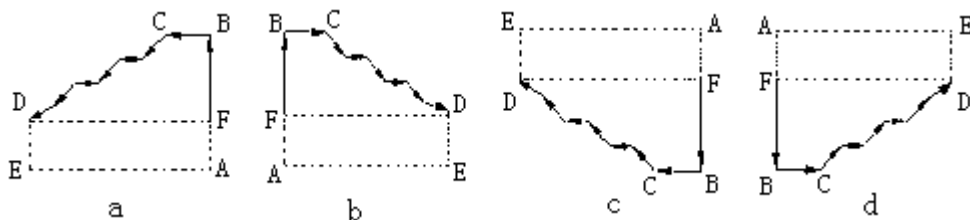

图 4-38
- 11) 用 G71 指令切削的形状有以下四种情况，如图 4-38 所示；但无论哪一种都是从 G71 起始点 A 开始、刀具平行于 Z 轴对毛坯进行逐层剥离切削、直到 B 点。
- 14) G71 指令切削的形状有以下四种情况：图 4-38 中，A 点为 G71 的起始点、B 点为加工轮廓起点、D 点为加工轮廓终点、BCD 段表示加工的轨迹。